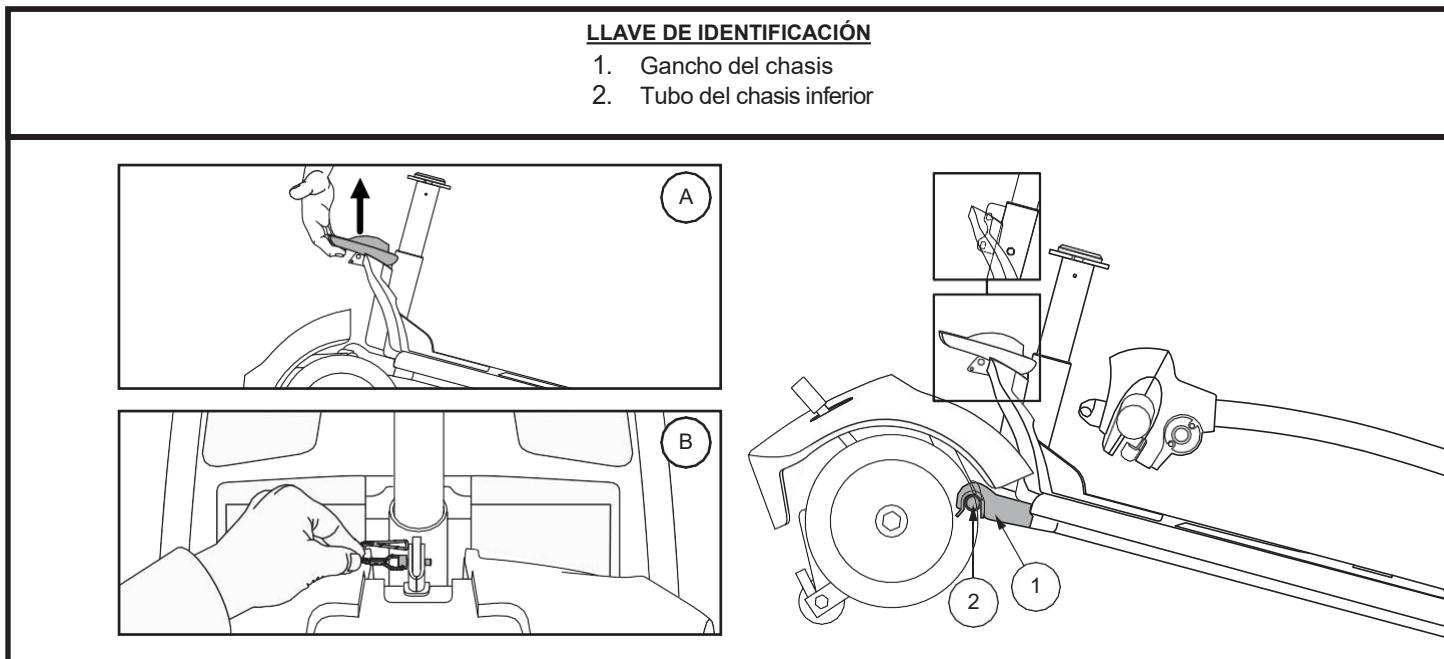

Figura 33. Palanca de desbloqueo del chasis (estilo A) y pasador de bloqueo para desbloquear el chasis (estilo B)
3. Separe lentamente ambas partes de la Travel Scooter. Ver Figura 33.
NOTA: Antes comenzar con el montaje, incline la mitad trasera de la Travel Scooter ligeramente hacia atrás sobre las ruedas antivuelco como se muestra en la Figura 33.
1. Use la palanca de liberación del chasis para levantar la parte frontal mientras alinea los ganchos del chasis de la parte frontal con el tubo del chasis inferior de la parte posterior. Ver Figura 33.